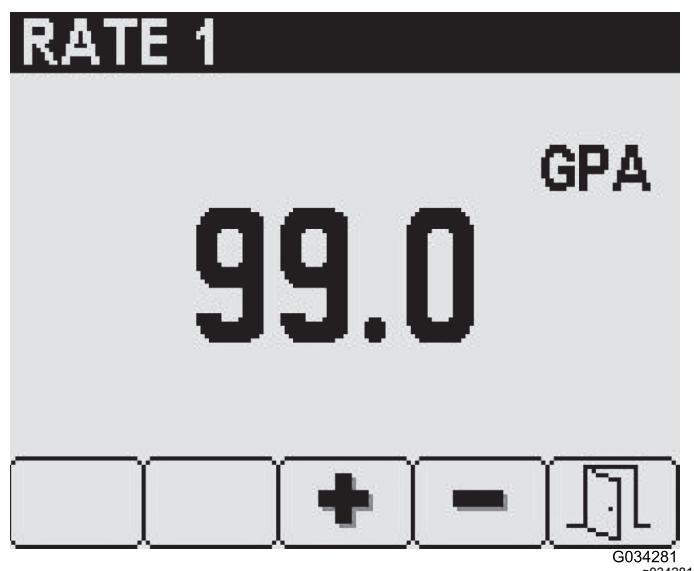

Figura 18
3. En la pantalla del caudal seleccionado, use los botones 3 y 4 para establecer el caudal deseado (Figura 18).